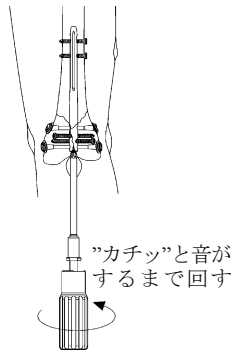

図 40
- 33) トルクリミッターハンドルとエンドキャップドライバーを接続し、リミットが作動するまで回転させ、エンドキャップの増し締め固定を行います。（図 40）これで遠位部スクリューの全てがロックされます。